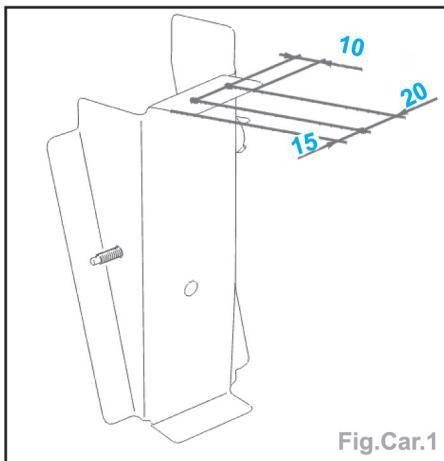

Fig.Car.1
- Tracer puis percer au $\varnothing 8$ mm pour soudage ultérieur par points bouchons (Fig.Car.1).